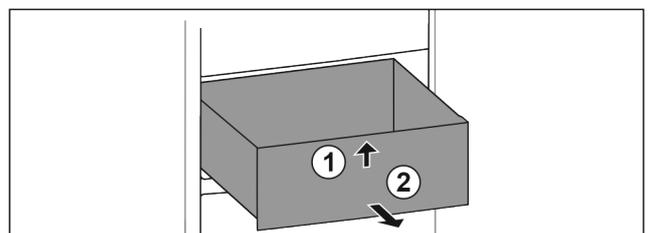

Fig. 27
- ▶ Schubfach vorne anheben. Fig. 27 (1)
- ▶ Schubfach nach vorne entnehmen. Fig. 27 (2)